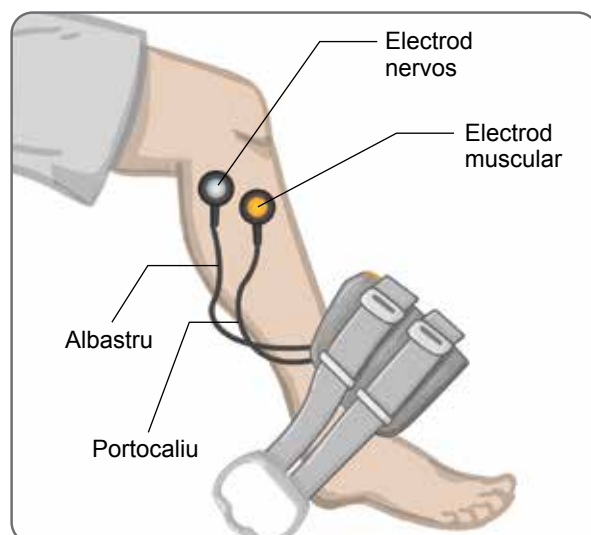

Figura 8-4: Cablu de ajustare conectat
3. Conectați capetele portocalii ale cablului de ajustare la baza pentru electrodul muscular și la orificiul portocaliu al jambierei. Consultați Figura 8-4.
4. Conectați capetele albastre ale cablului de ajustare la baza pentru electrodul nervos și la orificiul albastru al jambierei. Consultați Figura 8-4.
5. Plasați jambiera Lower Leg lângă laba piciorului pacientului. Consultați Figura 8-4.